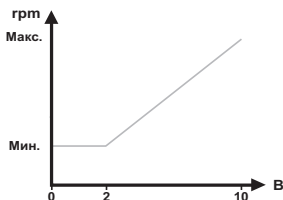

Рис. 12 Зависимость скорости насоса от установленного значения сигнала 0–10 В
1) Когда насос находится под управлением внешнего сигнала 0–10 В, его рабочее состояние изменяется на основе диапазона уровней входного сигнала. График зависимости скорости насоса от установленного значения сигнала 0–10 В приведен на рис. 12